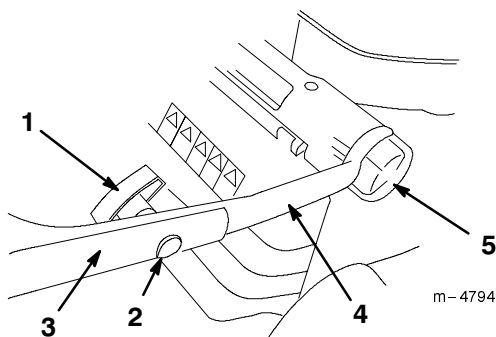

Figura 2
1. Afloje las perillas de ajuste de la altura del manillar y gire la manija inferior hacia la parte trasera de la cortadora hasta que se asiente en uno de los ajustes de la altura de corte, tal como se indica en la Figura 2 de la página 9. Para fijar la altura de corte, consulte el apartado *Ajuste de la altura del manillar* en la página 9.
3. Instale la sección superior sobre la sección inferior con los pernos de cabeza ovalada y las perillas tal como se muestra en la Figura 2. **Apriete firmemente las perillas del manillar.**